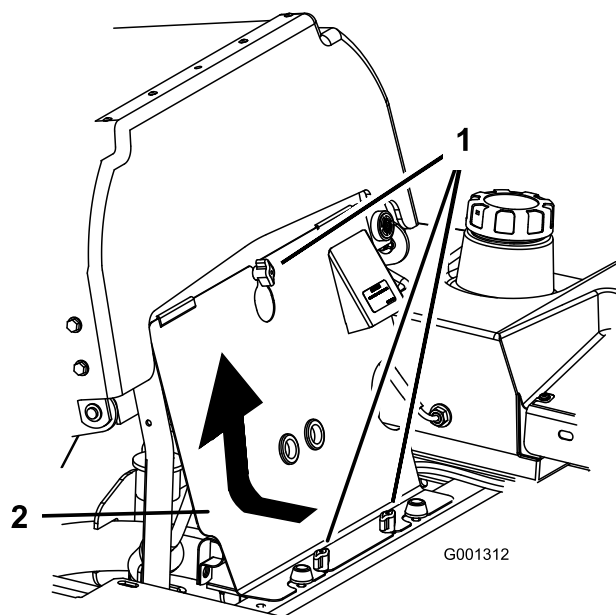

Figura 61
1. Incline o banco para a frente e retire o painel dianteiro do motor (Figura 61).